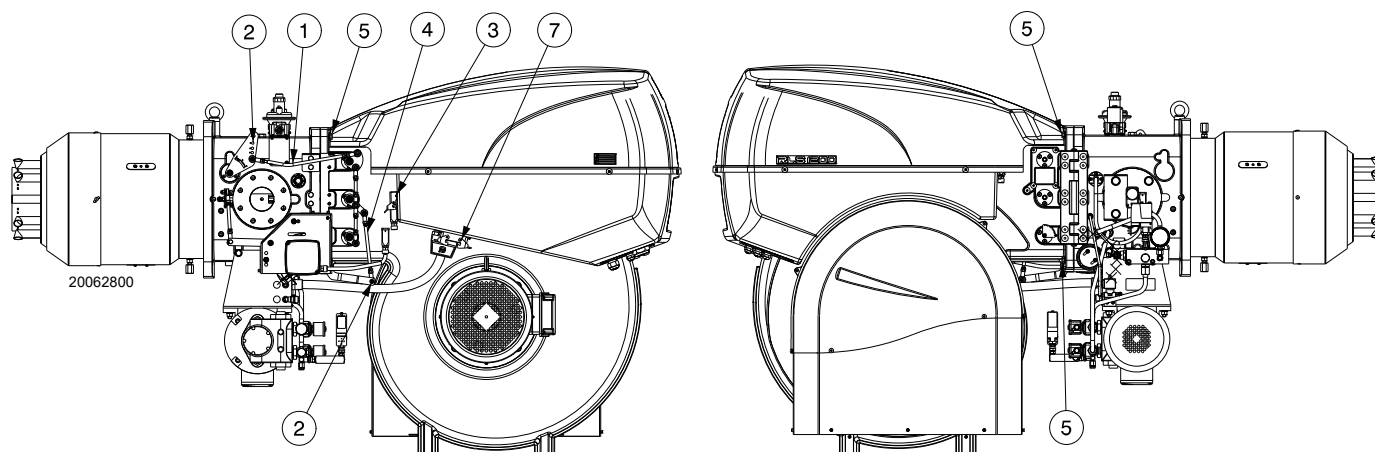

Fig. 43
- Desserrer l'écrou 2) et enlever les tirants 1) et 4)(Fig. 43) du levier de déplacement de la tête et d'ouverture des volets.